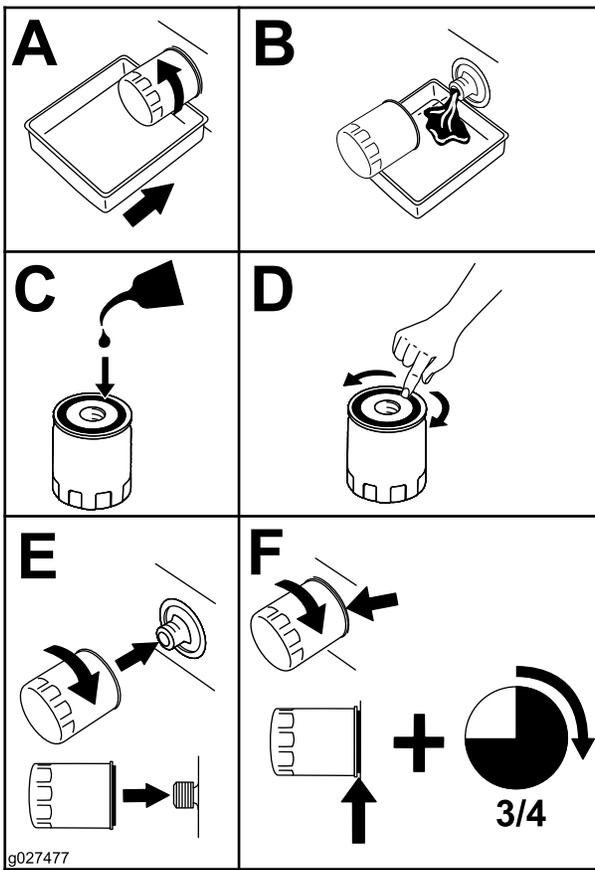

Figure 32
5. Remplacez le filtre à huile (Figure 32).